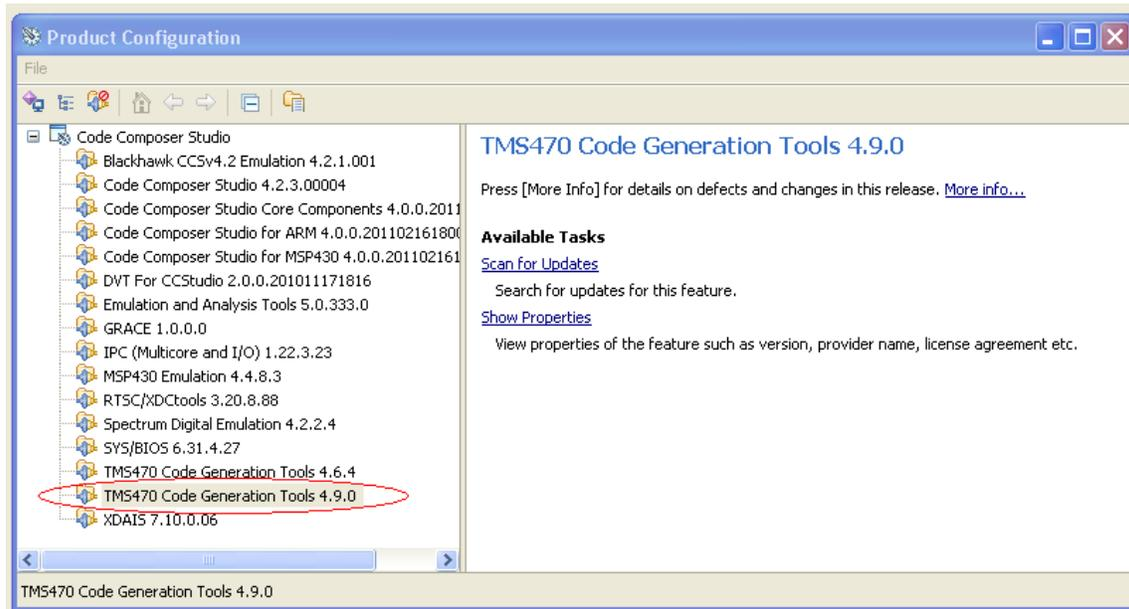

图 9. 检查 Update Options
4. 请确定代码生成工具 v4.9 已经被成功安装，如图 9 中的红圈所示。